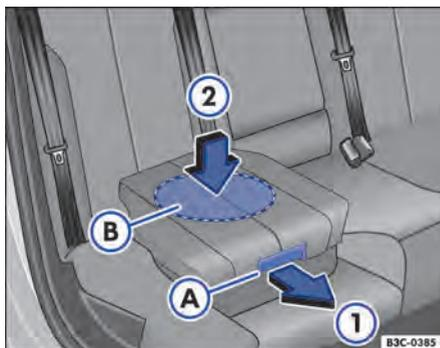

Fig. 88 Cadeira de criança integrada: rebater o estofamento do banco de volta.
- Pela alavanca de destravamento ⇒ Fig. 88 **A**, puxar o estofamento do banco para frente no sentido da seta **1**.
Ao rebater a cadeira de criança integrada de volta, pressionar somente no meio do estofamento do banco ⇒ Fig. 88 **2**. Caso contrário, o estofamento do banco pode emperrar e não ser travado de maneira segura.